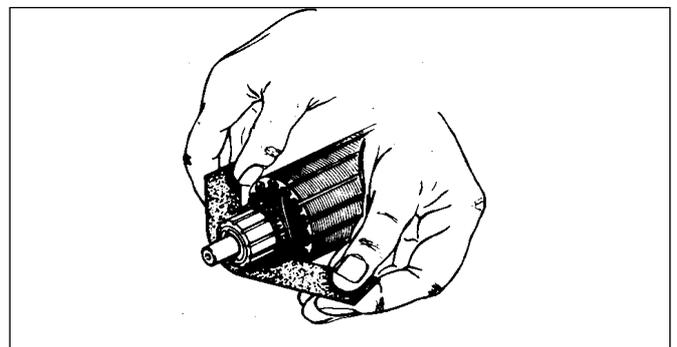

Abb. 33
Falls die Kollektorlamellen verschmiert oder verschmutzt sind, kann der Läufer in das Futter einer Bohrmaschine oder Drehbank eingespannt und gereinigt werden. Säubern Sie den Läufer mit einem Streifen feinkörnigen Schleifpapiers (00), den Sie von unten leicht auf die Lamellenring drücken und leicht hin- und herbewegen, während sich das Teil dreht, **Benutzen Sie kein Schmirgelleinen** (Abb. 33). Ziehen Sie die Einschnitte zwischen den Kollektorlamellen nach. Die Schnittiefe muß der Breite des Isolators entsprechen.